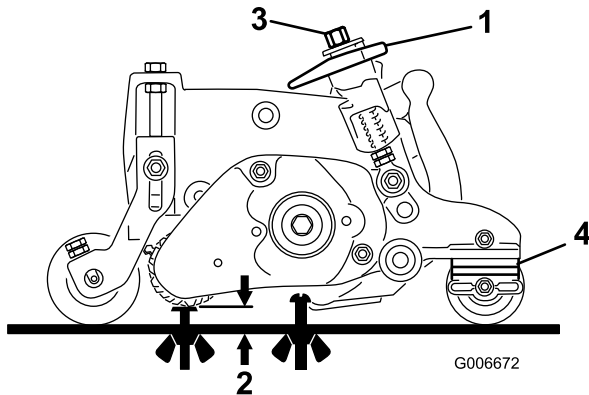

Bild 26
1. Stellen Sie sicher, dass der Groomer auf die gewünschte Groominghöhe eingestellt ist, siehe Bild 26.